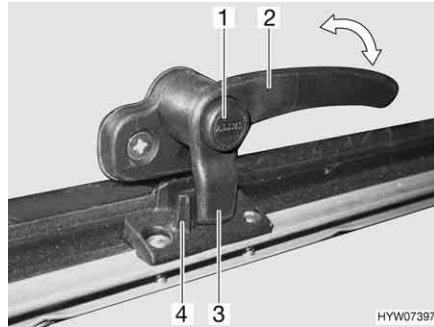
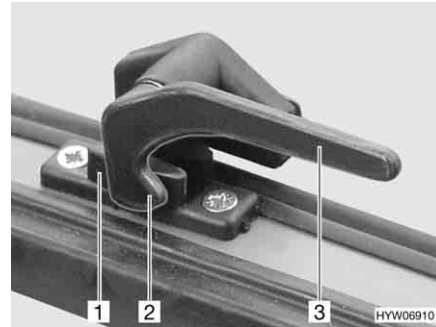

Bild 102 Låsarm med låsknapp i läget "stängd"
Bild 103 Låsarm i läget "stängd"
- Tryck på låsknappen (Bild 102,1) om sådan finns och håll den nedtryckt.
- Vrid alla låsarmar (Bild 102,2 eller Bild 103,3) ett kvarts varv mot luckans mitt.
- Vrid alla låsarmar (Bild 102,2 eller Bild 103,3) ett kvarts varv mot ramen. Låsspaken (Bild 102,3 eller Bild 103,2) sitter på insidan av lucklåset (Bild 102,4 eller Bild 103,1).
- I läget "helt stängt" (Bild 102 och Bild 103)